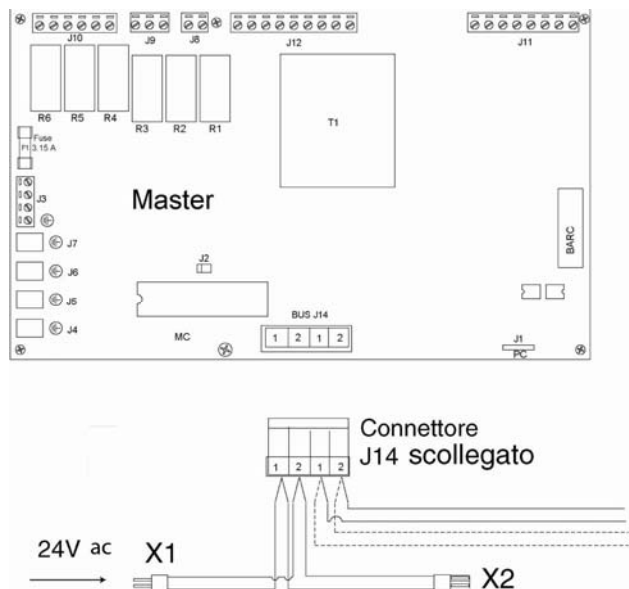

Figura 19: connettori X1 e X2 e J14
- d) Il terminale X1 o il terminale X2 che fanno parte del cablaggio del connettore J14 scollegato nel passo a) di questa procedura, deve essere collegato ad un'alimentazione di 24Vac (vedi Figura 19).